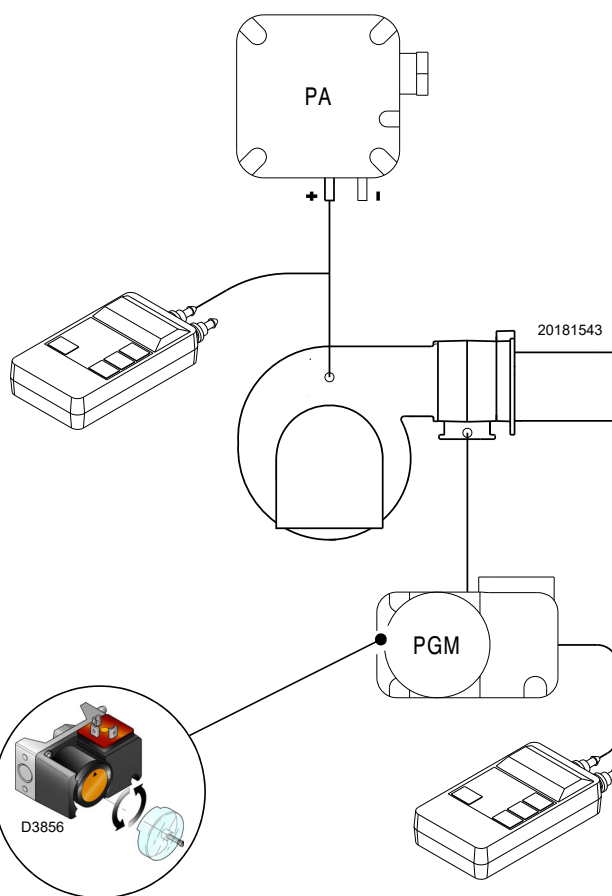

Fig. 28
- Régler le pressostat gaz seuil maximum (Fig. 28) en fin d'échelle.
Effectuer le réglage du pressostat gaz seuil maximum (Fig. 28) après avoir effectué tous les autres réglages du brûleur avec le pressostat gaz seuil maximum réglé en fin d'échelle.